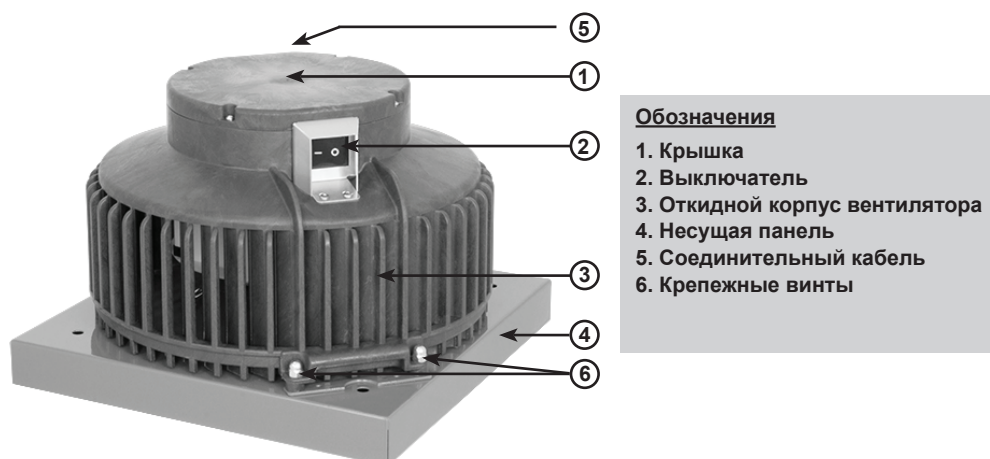

Рис. 1:
- Для того чтобы откинуть панель с вентилятором для очистки и осмотра, следует извлечь крепежные винты (6) (см. рис. 1).
- Включать вентилятор, т. е. переводить выключатель (2) (см. рис. 1) в положение „I“, следует только после выполнения всех проверок и подключения к сети питания. Вентилятор должен начать вращаться.
Для доступа к плате регулирования давления следует отвинтить крышку (1) (см. рис. 1). Уставка дифференциального давления задается с помощью двух переключателей (8), расположенных с краю платы.